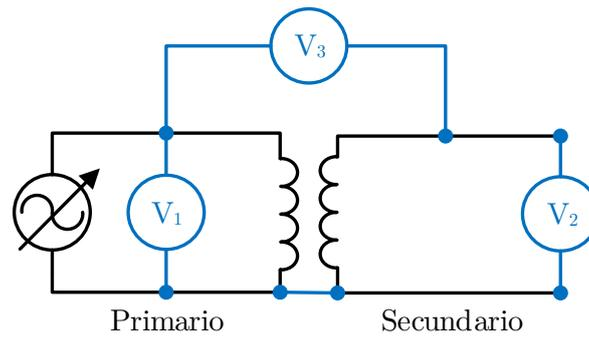

Figura 3: Circuito para determinar el punto de polaridad.
- 2.1. Armar el circuito que se muestra en la Figura 3.